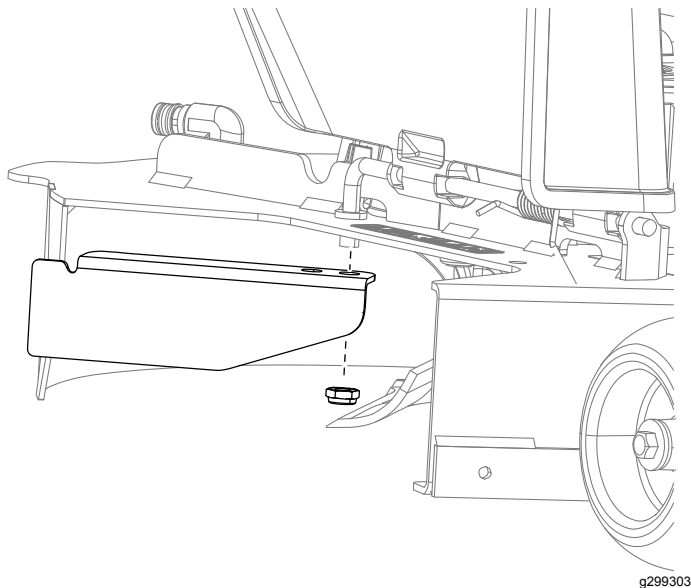

Figure 14
1. Déposez le déflecteur existant de la machine (Figure 14).